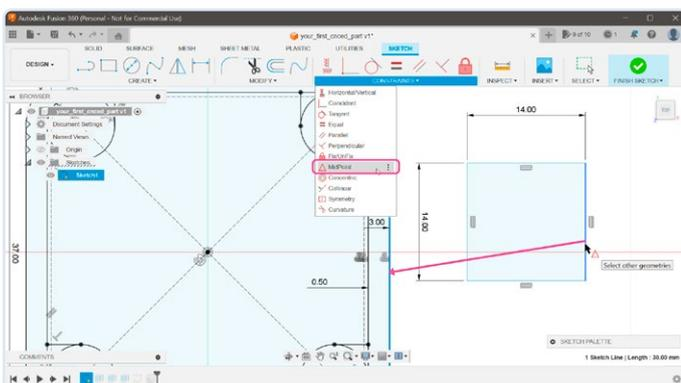

Bild 17. Zentrieren des Rechtecks mit der Funktion MidPoint.
17) Um das Rechteck an die richtige Position zu verschieben, wählen Sie in der Symbolleiste in der Gruppe **Constraint** das Werkzeug **MidPoint** (Bild 17). Klicken Sie zunächst auf die rechte Linie des neu erstellten Rechtecks, dann auf die rechte Linie der Gehäusewand. Dadurch wird erreicht, dass diese beiden Linien mittig ausgerichtet sind, und das Rechteck wird an die richtige Position verschoben.